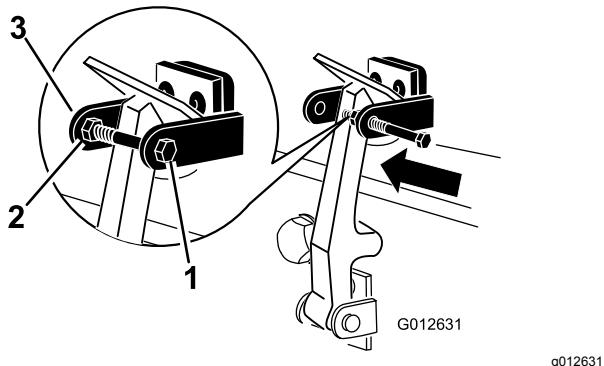

図 6
7. フードロックブラケットのもう一つのアームにボルトを差し込んでラッチをロックする図 6。ボルトをしっかりと締め付けるが、ナットは締め付けない。